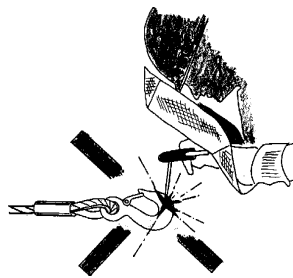

Abb. 4
- Schweißarbeiten an Haken und Seil sind verboten. Das Seil darf nicht als Erdleitung bei Schweißarbeiten verwendet werden (Abb. 4).